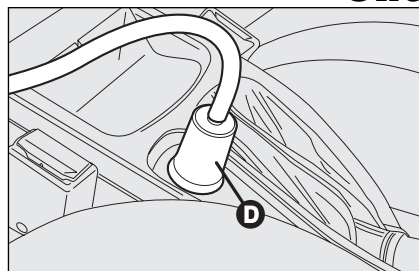
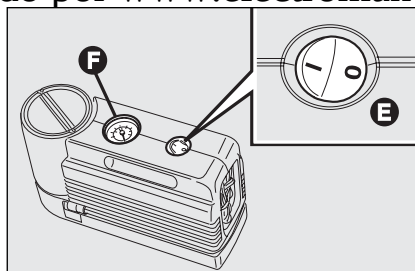

fig. 15
fig. 16
□ asegúrese de que el interruptor **E-fig. 16** del compresor esté en posición **0** (apagado), ponga en marcha el motor, introduzca el enchufe **D-fig. 15** en la toma del encendedor y accione el compresor poniendo el interruptor **E-fig. 16** en posición **I** (encendido). Infle el neumático a la presión prescrita "Presión de inflado" en el capítulo "Características técnicas". Para obtener una lectura más precisa, le aconsejamos controlar el valor de la presión en el manómetro **F-fig. 16** con el compresor apagado;